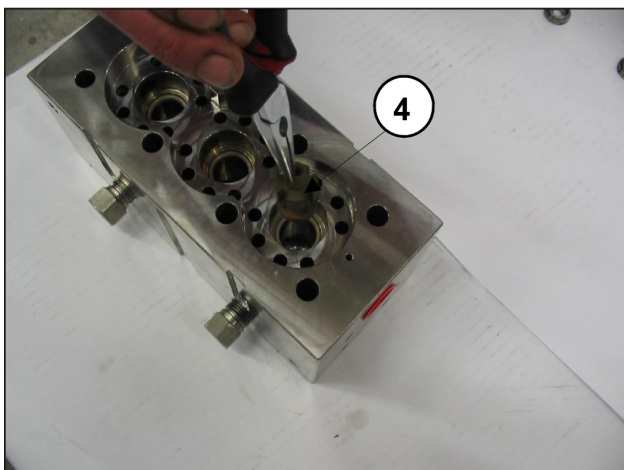
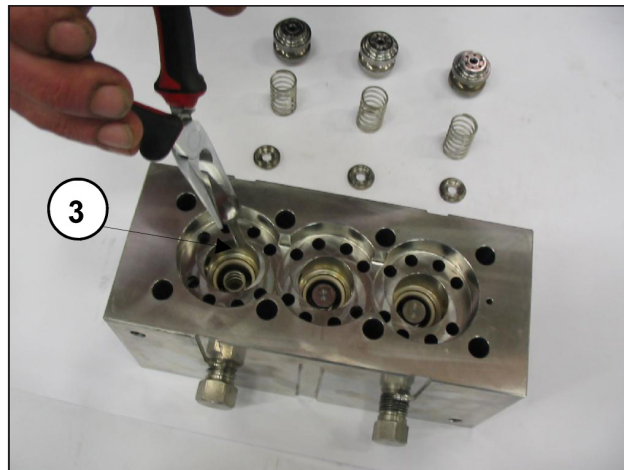

Abb. 26
Abb. 27
- Ziehen Sie die Teller der Druckventile ③ und die jeweiligen Führungen ④ samt Federn lt. Abb. 26 und Abb. 27 heraus, überprüfen Sie ihren Verschleißzustand und nehmen Sie den Austausch bei Bedarf und auf jeden Fall in den Intervallen der Tabelle „VORBEUGENDE WARTUNG“ in Kapitel 11 der **Betriebs- und Wartungsanleitung** vor.